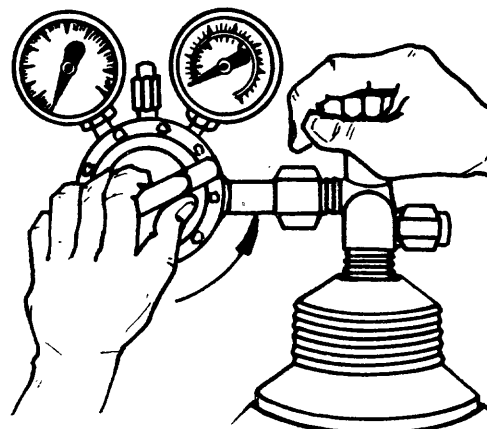

Fig. 1
*CUANDO AFLOJE LA MANIJA, HÁGALO EN SENTIDO CONTRARIO AL GIRO DE LAS AGUJAS DEL RELOJ (fig. 1)*